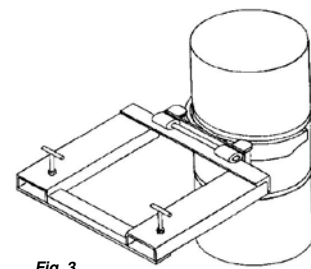

Fig. 3
7. Når kæberne omgiver tromlen, skal du hæve gafflerne, indtil kæberne hviler under den øverste rulleribbe. Tromlen kan nu hæves og flyttes som ønsket (fig. 3).